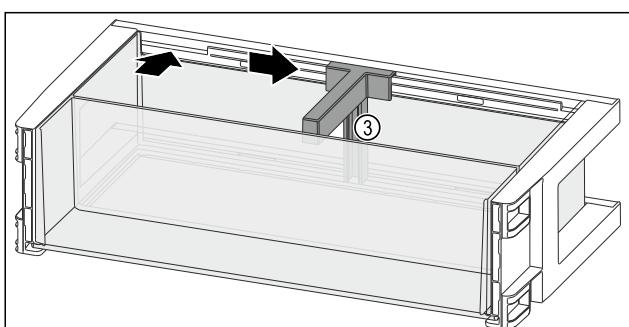

Fig. 99
- Установите держатель для бутылок Fig. 99 (3) в выемку.
- Сместите держатель для бутылок Fig. 99 (3) в нужное положение в сторону.